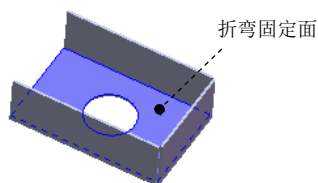

图 7.5.19 选取折弯固定面
Step2. 定义折弯参数。选取图 7.5.19 所示的面为折弯固定面，在 **折弯参数(B)** 区域的  文本框中输入折弯半径值 0.5。